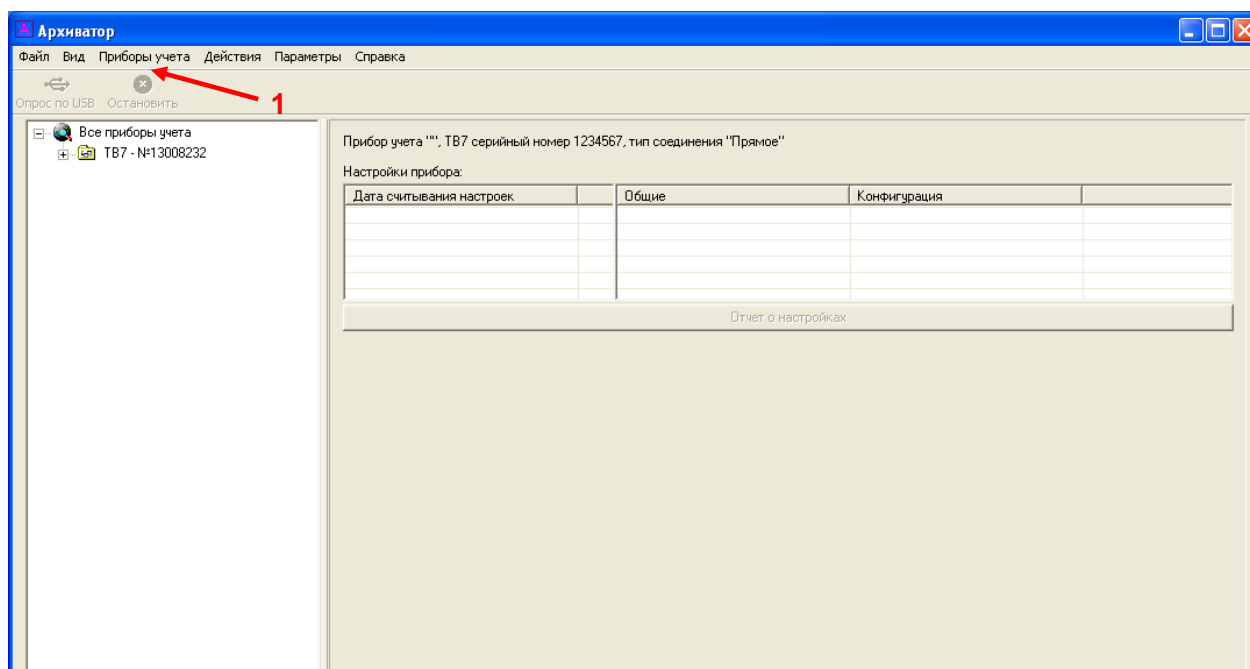
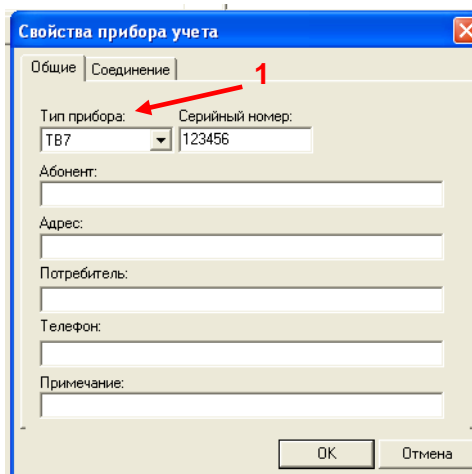

Рис. 4.2 Программа «Архиватор» — главное окно
Рис. 4.3 Программа «Архиватор» — окно «Свойства прибора учета» — Общие
1. Запустите программу «Архиватор» — откроется главное окно программы (см. Рис. 4.2).
2. В меню программы **Приборы учета** (см. 1, Рис. 4.2) выберите пункт **Добавить прибор учета** — появится окно **Свойства прибора учета** (см. Рис. 4.3).
3. Во вкладке **Общие** окна **Свойства прибора учета** выберите ТВ7 в выпадающем меню параметра **Тип прибора** (см. Рис. 4.3). При необходимости заполните остальные поля.